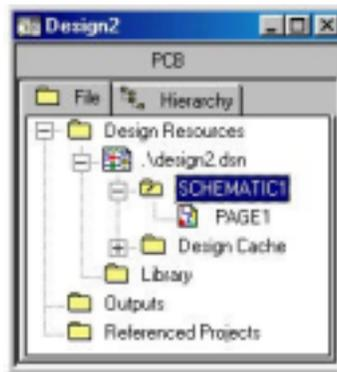

Figura 4.9 Administrador de Proyectos.
- 1 En el administrador de proyecto, seleccione la carpeta SCHEMATIC (ver figura 4.9)